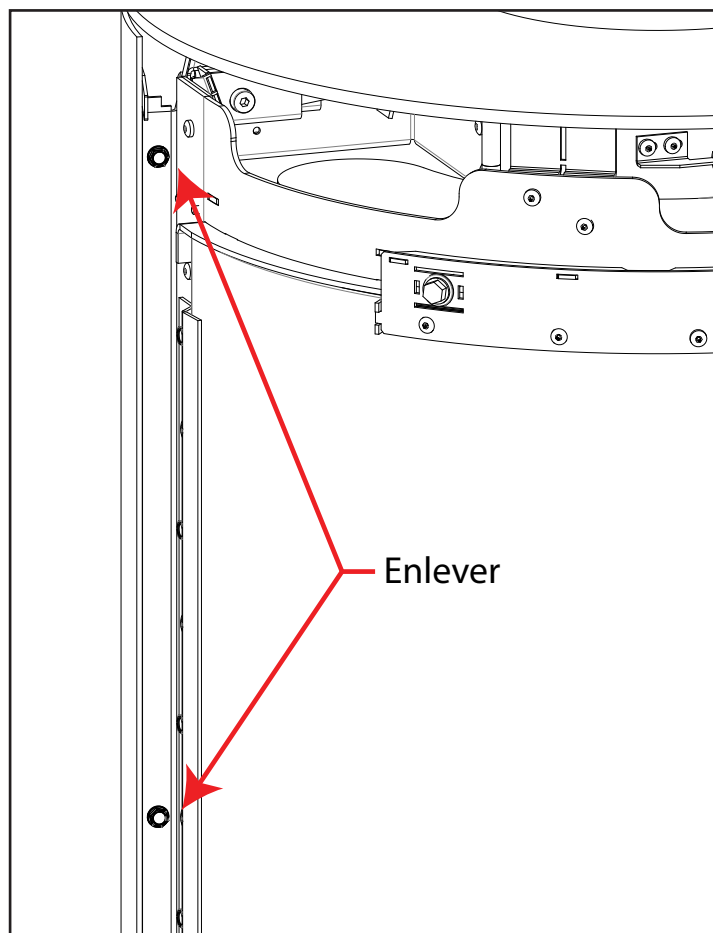
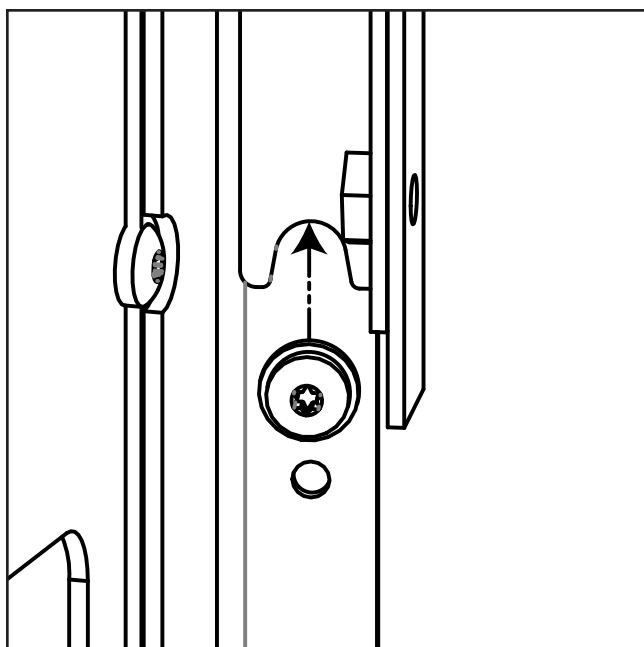

Figure 30: Détachement du châssis arrière
Figure 31: Entretoise de châssis arrière
3. Positionnez-vous de manière à vous permettre de soutenir le châssis une fois détaché. Retirez les quatre vis de montage à l'aide d'une douille 5/16" (voir la Figure 30). Il y a deux entretoises en bas à l'arrière qui supportent le poids du châssis arrière (voir la Figure 31). Le châssis pivotera vers l'arrière une fois complètement détaché.